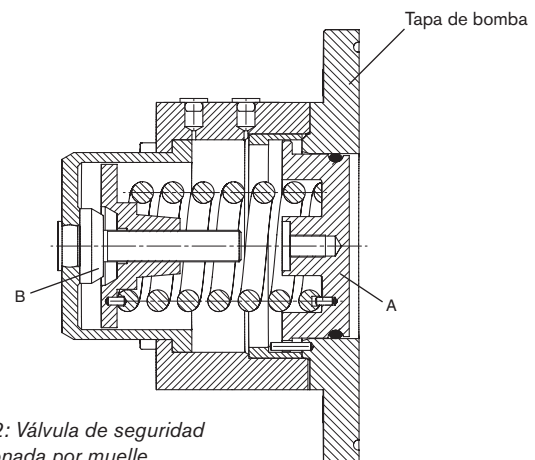

Fig. 2: Válvula de seguridad accionada por muelle, parcialmente abierta
La fig. 2 muestra la válvula parcialmente abierta. La presión del medio dentro del cuerpo de rotores ha forzado el cabezal de la válvula (A) hacia la izquierda, contraponiéndose a la fuerza del muelle.